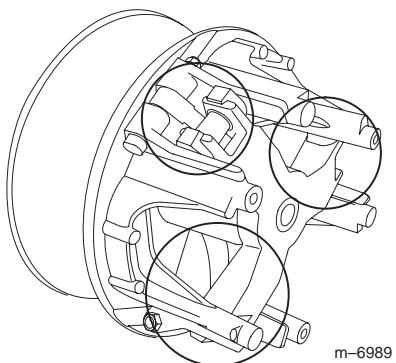

Figura 31
- Lubrificare le parti in movimento nelle zone contrassegnate da un cerchio nella Figura 31, utilizzando l'aerosol lubrificante a secco Toro (Dry Lubricant Spray) reperibile dal rivenditore o distributore autorizzato Toro di zona.